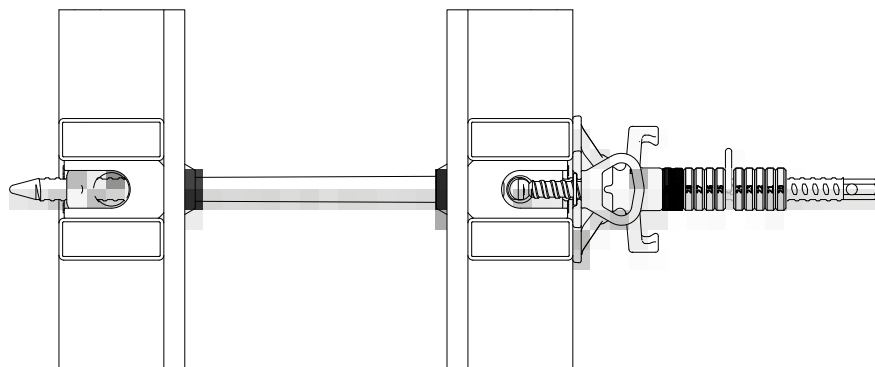

Abb. 16.2
- Einseitige Ankerung mit XT-Konusanker 20 (Abb. 16.2) bzw. 23 ohne Rillenrohr